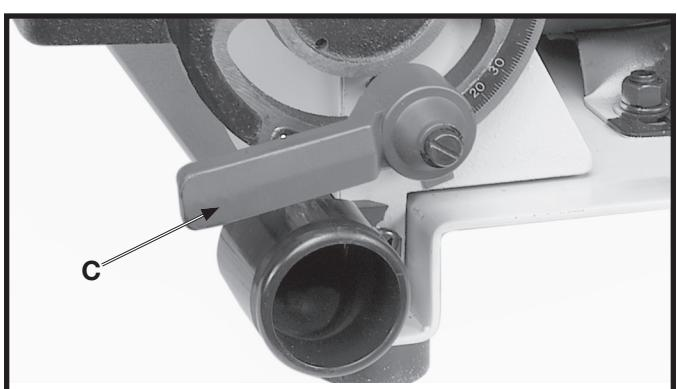

Fig. 16
- La fig. 16 illustre la poignée de blocage (C) assemblée. **REMARQUE :** la poignée de blocage (A) est à ressort et se déplace en retirant la poignée et en la repositionnant sur le montant dentelé situé sous la poignée.